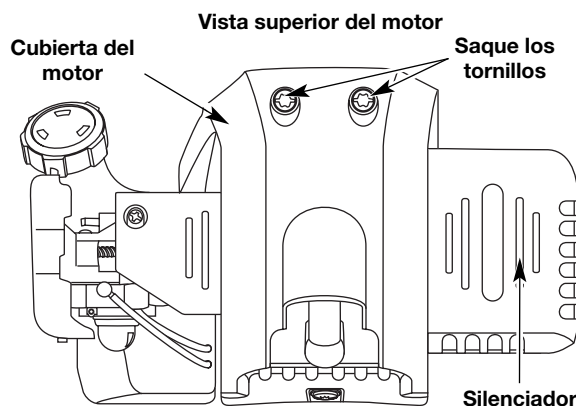

Fig. 31
2. Quite los dos (2) Tornillos de encima de la tapa del motor con un destornillador de pala o Torx #25 (Fig. 31).
6. Saque la cubierta del motor (Fig. 31).
13. Vuelva a colocar la cubierta del silenciador. Deslice las muelas a los lados de la cubierta del silenciador sobre las orejetas de la cubierta del motor y enganche en su lugar (Fig. 31).